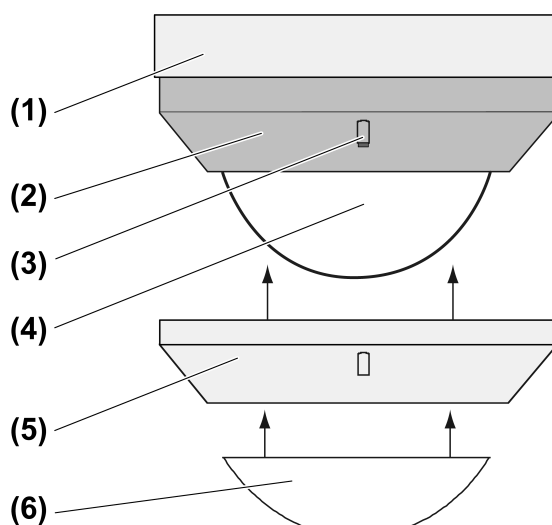

Imagen 1
Detrás de la ventana del sensor (4) se encuentra un LED rojo y uno azul (Imagen 1) que indican distintos estados de funcionamiento.